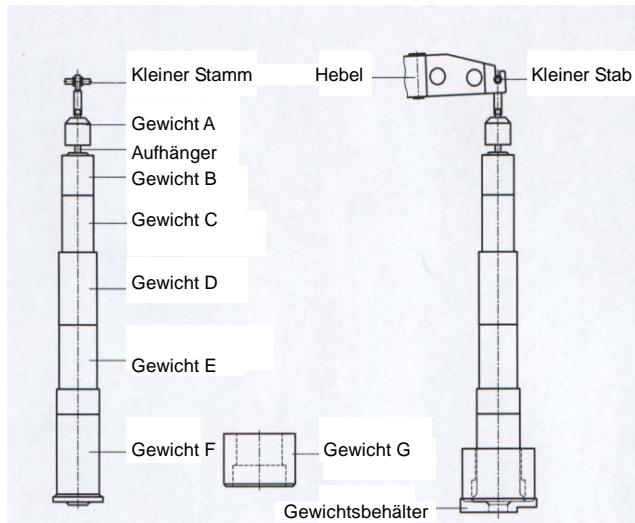

Abbildung 3-5 Zusammenbauen der Gewichtsstapel
8. Wie die Gewichte richtig angeordnet werden, zeigt Abbildung 3-5.
- Heben Sie vorsichtig den Gewichtsstapel aus der Maschine und bauen Sie ihn wie in Abbildung 3-5 dargestellt ist, zusammen.
Nut am Ende des Hebelns. In diesem Moment sollte das Gewicht der Bodenfläche auf dem Gewichtbehälter auflegen. Siehe Abbildung 3-5.